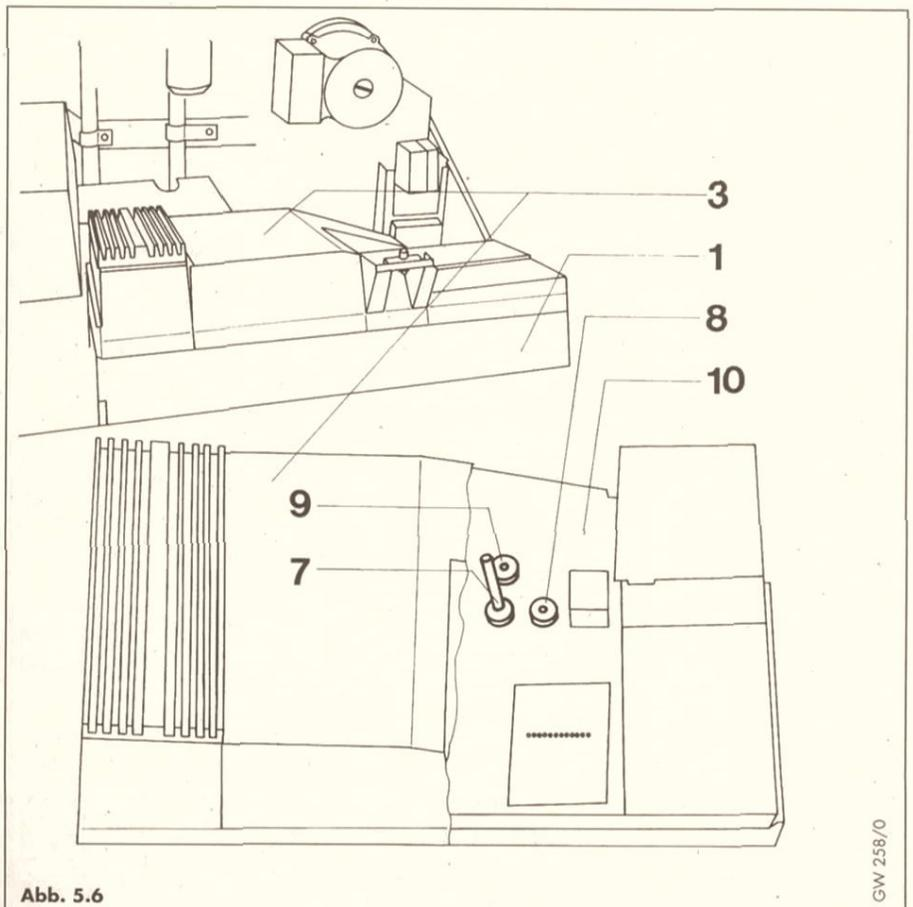

Abb. 5.6
Je nach Position des Potentiometers* (8, Abb. 5.6, Seite 8) für die Heizungspumpe (I, II, III oder S) sind folgende Betriebsarten möglich (siehe Tabelle 5.2).
- Den linken Taster (2) betätigen bis im Display d1 erscheint.
- Anschließend den rechten Taster (3) betätigen, um die Anzeige der Betriebsart zu aktivieren.
- Durch Drehen am Potentiometer (8, Abb. 5.6) kann die gewünschte Betriebsart eingestellt werden.
Eine Änderung der Einstellung der Maximalzeit – aufgrund der Verhältnisse der Heizungsanlage – kann nach Abnahme des Schaltkasten- deckels am nun zugänglichen Potentiometer (9, Abb. 5.6) vorgenommen werden. Die Werte sind am Diagnosepunkt d2 ablesbar (Aktivieren des Diagnosemodus siehe linke Spalte).
Legende zu Abb. 5.6